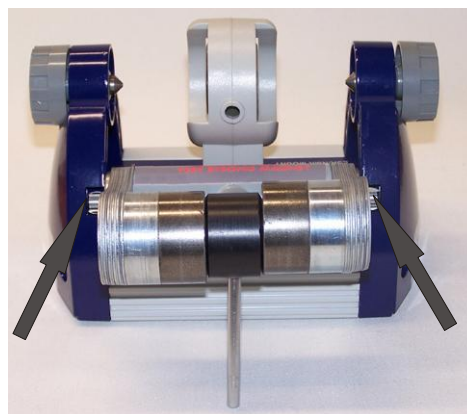

Fig. 2 Magnete permanente inserito nell'unità di base
- Avvitare l'asta metallica nel giogo dell'unità magnetica. Collocare l'unità magnetica nel supporto di serraggio dell'unità di base, come mostrato in fig. 2.